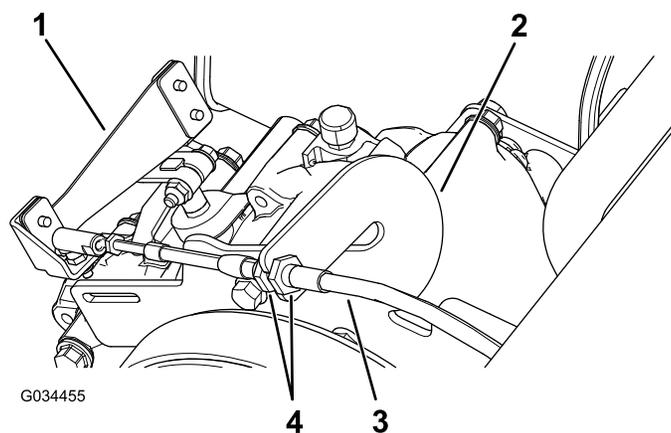

図 49
1. ギアシフトケーブルのジャムナットをゆるめて調整を行う(図 49)。
2. ギアシフトセレクタを3つの位置のそれぞれに回して、シフトレバー(図 49)が適切にシフトするかどうか確認する **ニュートラルギアシフト位置の調整(ページ 43)**を参照。